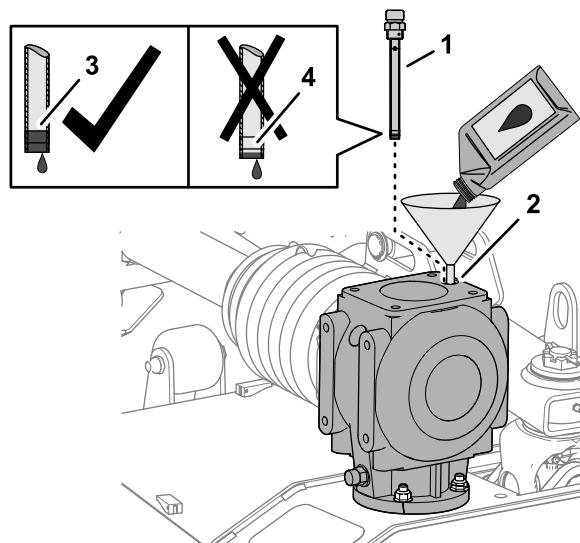

Figura 63
1. Añada 1.06 litros (36 onzas fluidas) del lubricante para engranajes especificado a la caja de engranajes a través del orificio de llenado (Figura 63).
2. Enrosque la varilla en el orificio, retire la varilla y compruebe el nivel de lubricante (Figura 63).
4. Enrosque la varilla en el orificio de llenado y apriete la varilla (Figura 63).